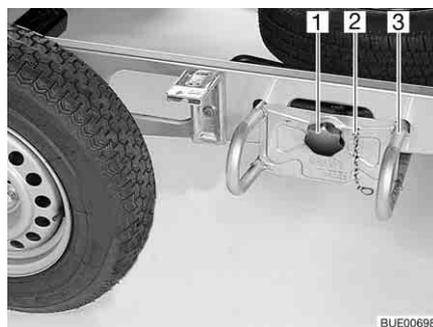

Fig. 214 Supporto per la ruota di scorta
- Sganciare la catena di sicurezza (Fig. 214,2).
- Svitare la manopola (Fig. 214,1) ed estrarla.
- Sfilare il supporto per la ruota di scorta (Fig. 214,3) di ca. 10 cm e riporlo a terra.